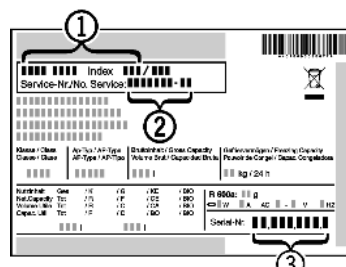

Fig. 33
- ▶ Leggere la denominazione dell'apparecchio Fig. 33 (1), il numero di assistenza Fig. 33 (2) e il numero di serie Fig. 33 (3) dalla targhetta identificativa. La targhetta identificativa è situata all'interno dell'apparecchio, sul lato sinistro